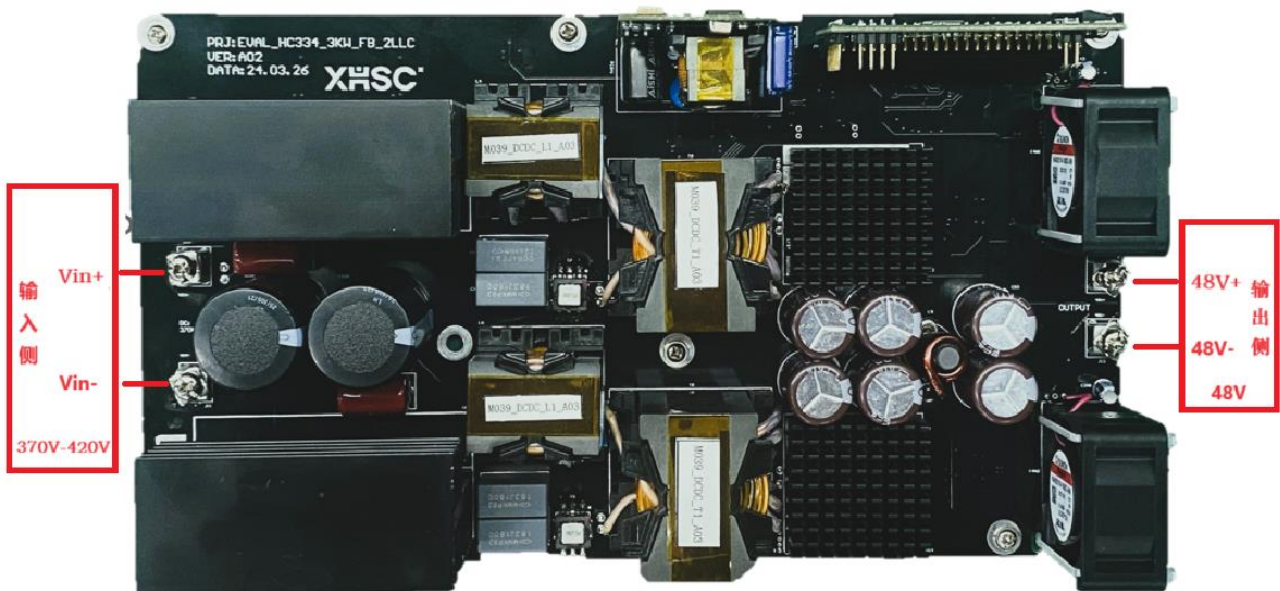

图 1 全桥 LLC 实物图
1. 按原理图或下图 1 接线，输入 2.5 mm²线缆连接 DC 电源（注意正负极，PCB 丝印有标注 Vin+和 Vin-）和输出 10 mm²线缆连接直流负载（注意正负极，PCB 丝印有标注 48V+和 48V-）。